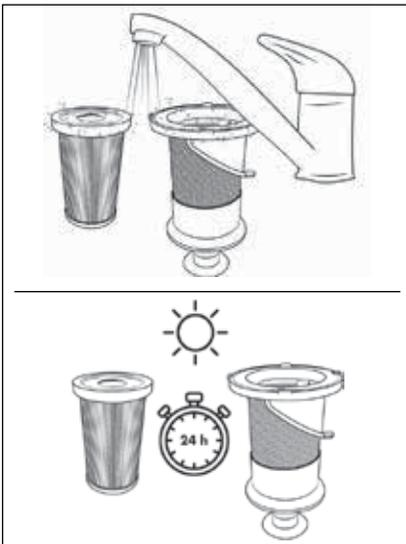

Rys. 19
- 4) Wyjmij filtr HEPA **5** z filtra ze stali nierdzewnej **6**, sięgając do otworu filtra HEPA **5** i wyciągając go z filtra ze stali nierdzewnej **6** (patrz rys. 19).